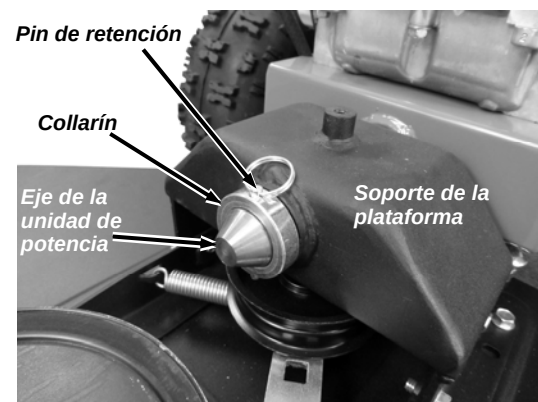

Figura 4
2. Deslice el pasador de la unidad de potencia en el soporte de la cubierta e instale el collar y el pasador de retención (**Figura 4**).